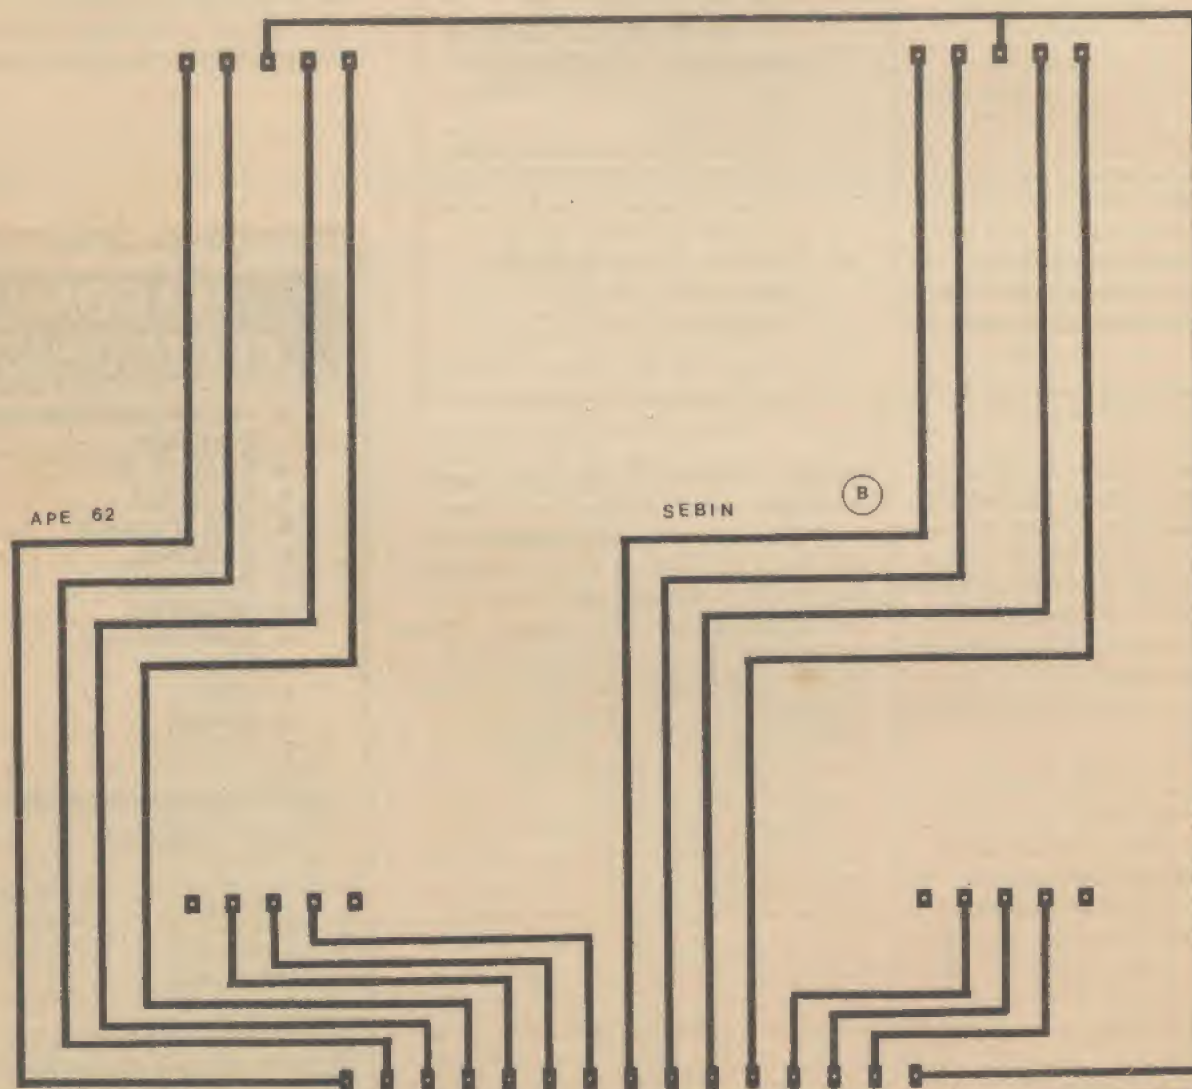

Fig. 3
- FIG. 3 - LAY OUT DO CIRCUITO IMPRESSO ESPECÍFICO (PLACA DOS DISPLAYS - B) - O impresso que receberá o par de *displays gigantes*, por óbvias razões, é ainda maior do que a placa principal (A). Entretanto, como o número de conexões é baixo, e estas são todas muito *diretas*, o padrão cobreado (visto também em escala 1:1, na figura...) é ainda mais simples, de fácil realização... Enfatizamos também nesta placa a necessidade de perfeita distribuição, posicionamento e espaçamento da linha de ilhas/furos junto a uma das bordas maiores da placa, para *casamento* eletro-mecânico com o correspondente conjunto de contatos na placa A... No mais, nenhum grande *segredo* que uma confecção cuidadosa não possa vencer... Na traçagem das duas placas, recomendamos a utilização de de-